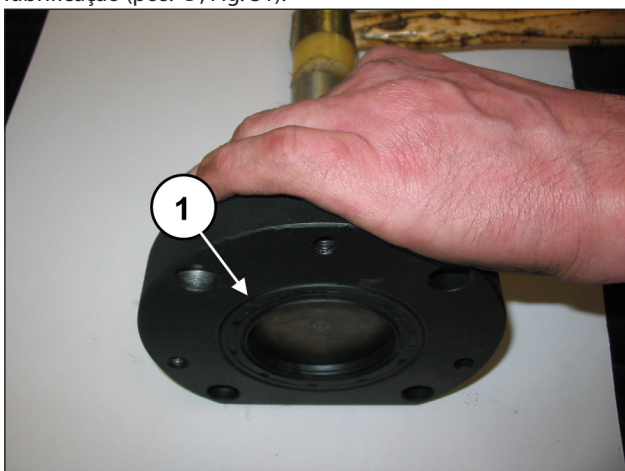
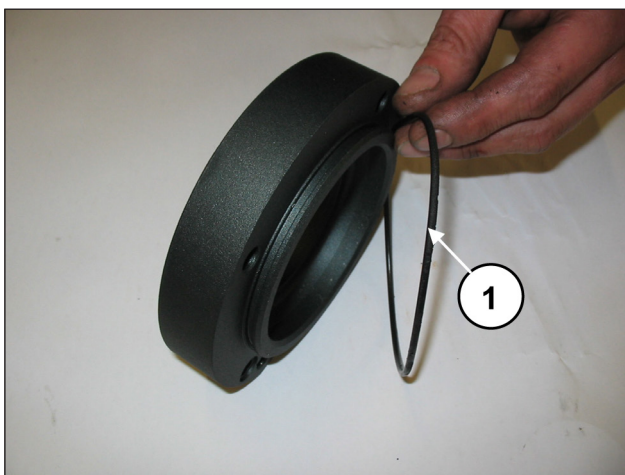
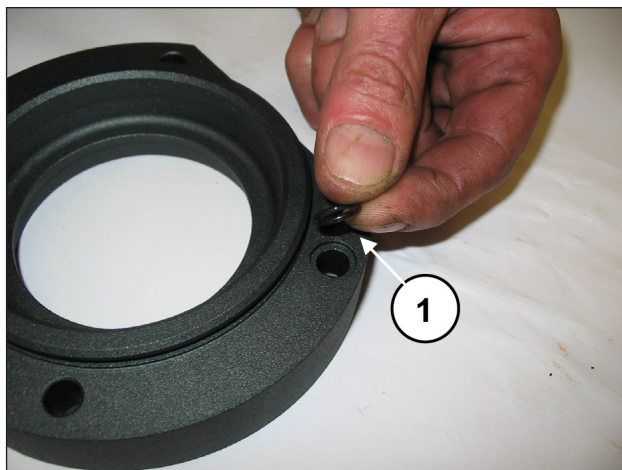

Fig. 29
Fig. 30
Fig. 31
Extraia o anel de vedação radial (pos. ①, Fig. 29), o anel circular externo (pos. ①, Fig. 30), e o anel circular do furo de lubrificação (pos. ①, Fig. 31).